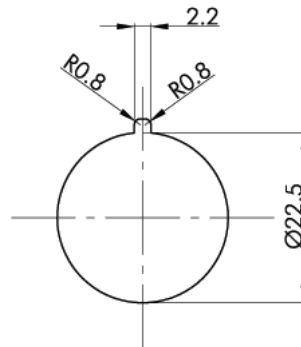

Fig. 2: Maße der Einbauöffnung/Dimensions for the mounting cutout/Cotes de l'ouverture de montage
- Versehen Sie die Einbauplate mit einer Aussparung wie in Fig. 2
- Prepare a cutout in the mounting plate, as shown in Fig. 2
- Pratiquez une découpe dans la plaque de montage comme représenté sur la fig. 2.